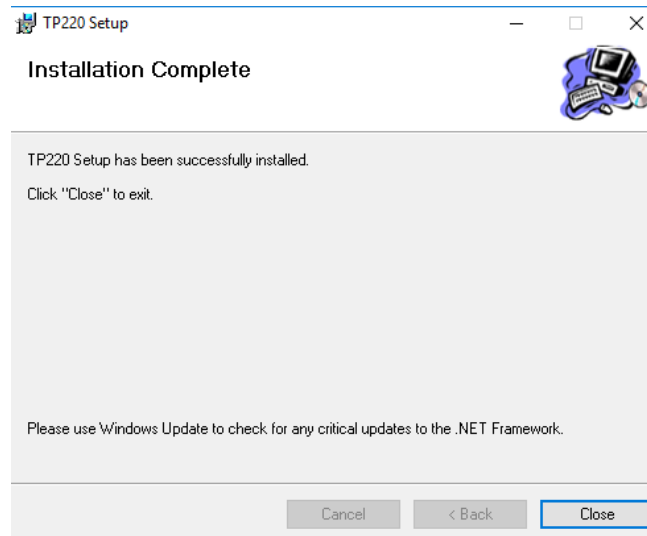

Figura 10. Fin de la instalación de TP220.
- ✓ Finaliza la instalación y pulse close (cerrar) como se muestra en la figura 10.